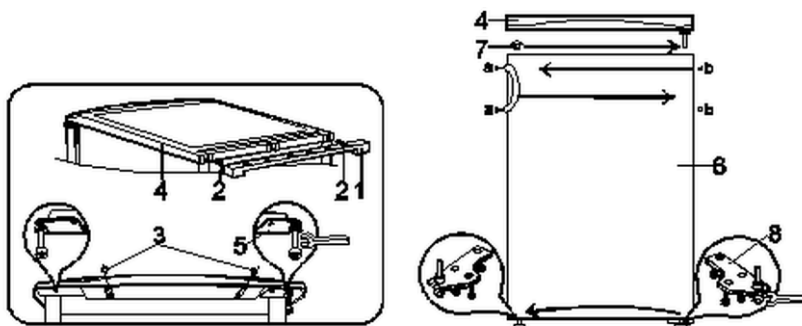

Fig. 5
1. Togliere il supporto (1, fig. 5) e svitare i bulloni (2).
2. Svitare entrambi i bulloni (3) che fissano il pannello superiore dell'apparecchio.
3. Togliere il pannello superiore (4).
4. Togliere il supporto (5) insieme al perno di supporto e le rondelle montate.
5. Svitare dal supporto (5) il perno di supporto insieme alle rondelle ed avvitarlo di nuovo in corrispondenza di un altro foro del supporto (5).
6. Togliere la porta (6) del frigorifero.
7. Rimuovere dalla porta il tappo di chiusura (7) e inserirlo nel foro sul lato opposto.
8. Togliere il supporto inferiore (8) insieme al perno di supporto e le rondelle montate. Svitare il perno di supporto in senso antiorario. Ruotare il supporto (8) di 180° e riavvitare il perno di supporto. Fissare il supporto sul lato opposto.
9. Posizionare la porta del frigorifero sul perno del supporto (8). Avvitare il supporto (5) insieme al perno di supporto e le rondelle montate.
10. Posizionare il pannello superiore (4).
11. Serrare bene i bulloni (2) e (3).